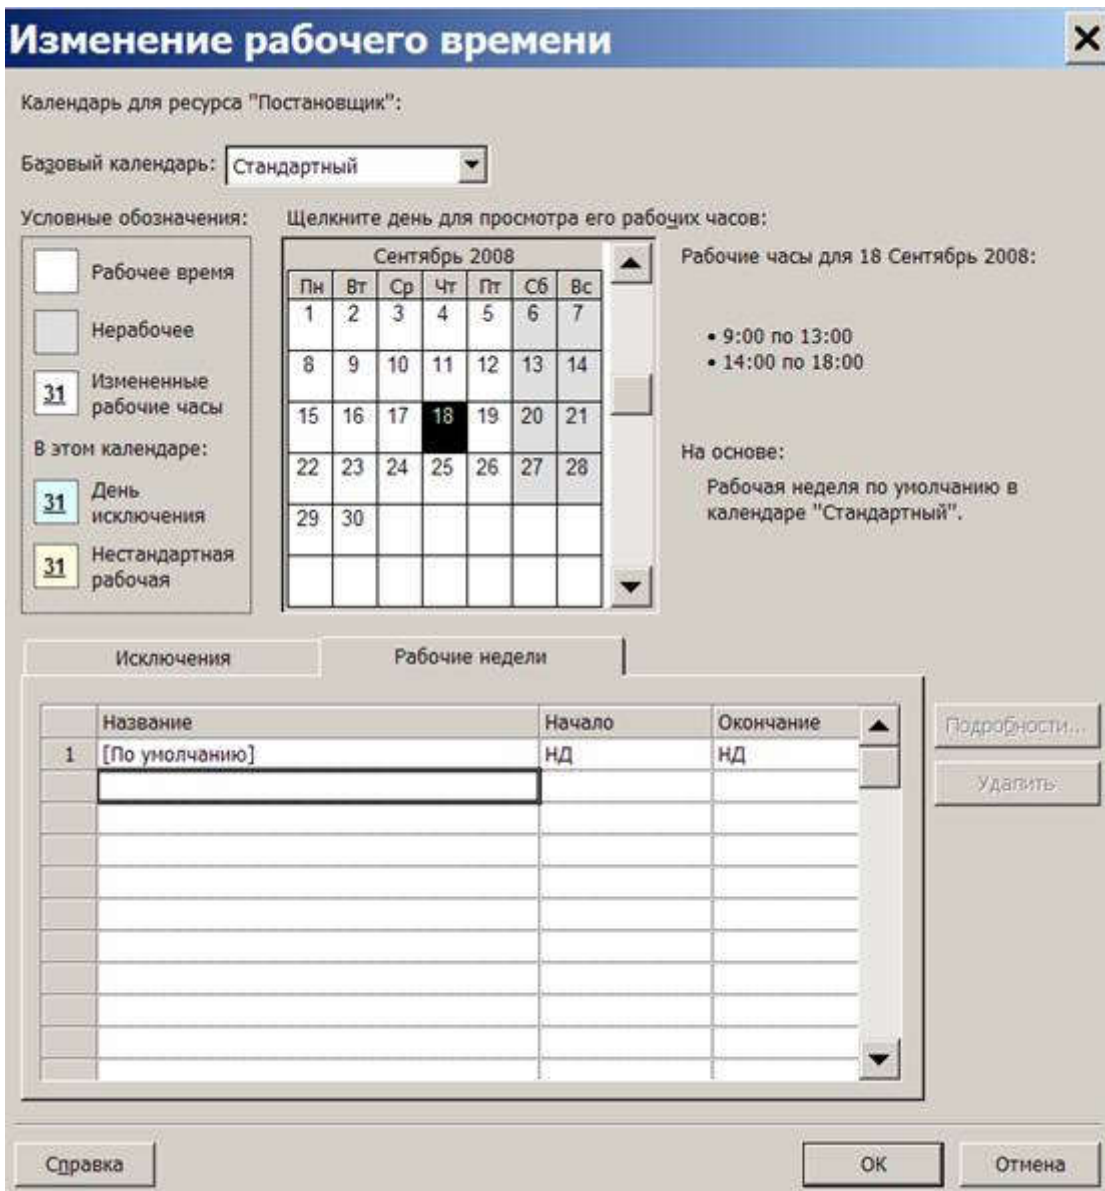

Рис. 5.13. Изменение рабочего календаря постановщика
5. Нажать кнопку Изменить рабочее время – откроется индивидуальный календарь ресурса (рис. 5.13).